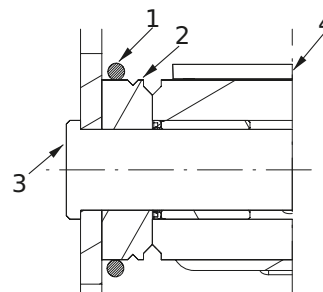

Figura 103
2. Rodar anillo de repuesto viejo (1, Figura 103) sobre la protuberancia (2) alrededor del pasador (3). Retire el pasador del cubo y mueva el brazo o la conexión (4) fuera del camino.
3. Retire el anillo de o-ring viejo e instale temporalmente un nuevo O-ring (1, Figura 103) sobre la protuberancia del cubo (2). Asegúrese de que la ranura del anillo de o-ring tanto en la conexión del cubo (4) como en la protuberancia estén limpias.
4. Realinear el brazo o la conexión con el orificio del pasador del cubo e insertar pasador del cubo (3, Figura 103).
5. Enrollar el nuevo anillo en el surco del anillo de o-ring (1, Figura 103).